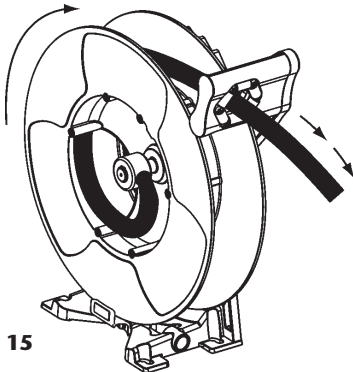

Fig. 15
1. Ziehen Sie den Schlauch ganz heraus und lassen sie ihn einrasten (Fig. 15).